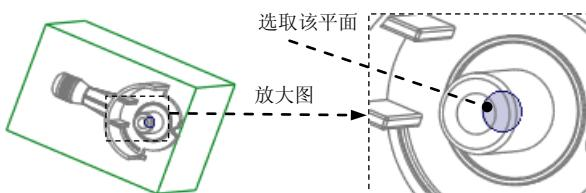

图 10.37 拉伸终止面
(4) 定义深度类型。在操控板中选取深度类型 **到选定的** (到选定的)，选取图 10.37 所示的面为拉伸终止面。